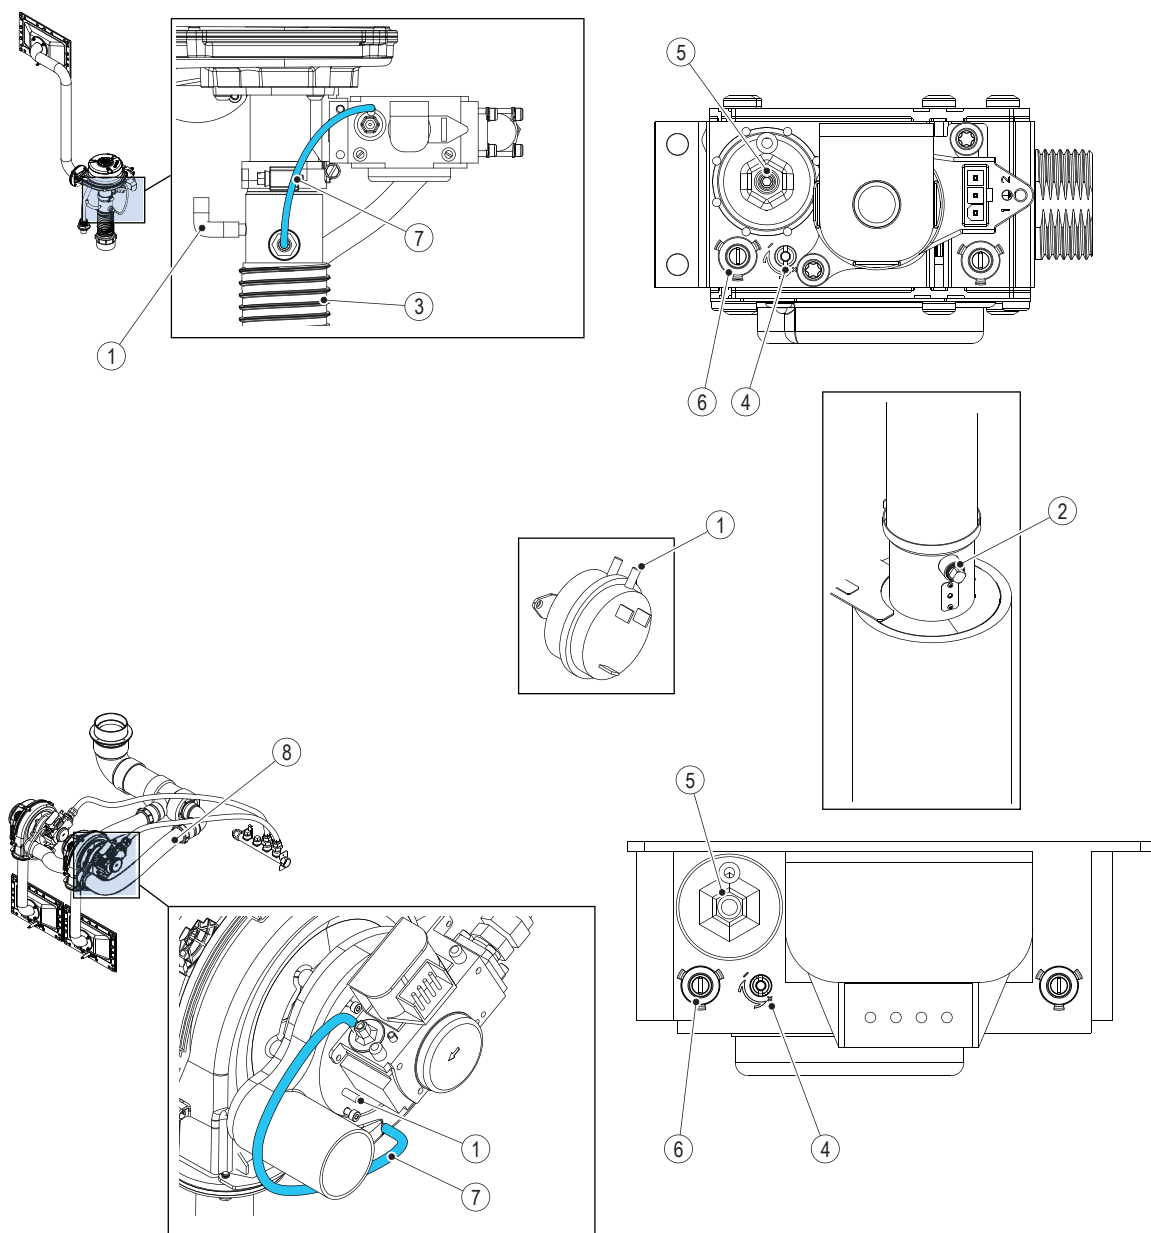

Рис. 22: Настройка регулятора давления газа (компактный агрегат – сверху; полноразмерный агрегат – снизу)
Процедура настройки (см. рис. 22. сmp. 56)
5. Снимите заглушку и установите датчик газоанализатора в выхлопном разъеме (2); см. рис. 22. сmp. 56. Сохраните заглушку для дальнейшего использования.
6. Трубка (7) должна надежно соединять вентилятор и регулятор давления газа.
8. Снимите заводскую пломбу с регулировочного винта подачи (4) и регулировочного винта компенсации (5).
9. Отсоедините трубку (1) от разъема высокого (положительного) давления в реле давления выхлопной линии. Запомните расположение деталей в разъеме, чтобы после завершения настройки правильно установить их обратно.
10. С помощью плоской отвертки поверните регулировочный винт подачи (4) в регуляторе давления по часовой стрелке до упора. Затем поверните винт на восемь полных оборотов против часовой стрелки.